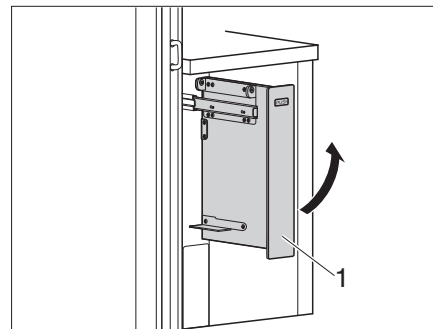

Fig. 129 Rotazione del piano di ampliamento verso l'alto
- Ruotare il piano di ampliamento (Fig. 129,1) verso l'alto.
- Ruotare il piano di ampliamento (Fig. 129,1) verso il basso.